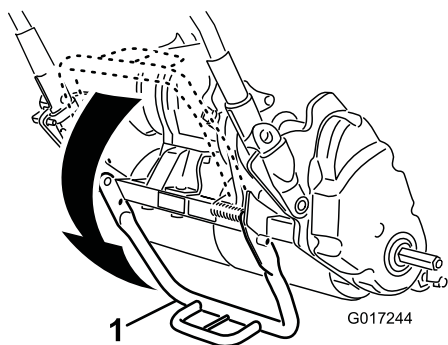

Figura 18
1. Utilize o pé para empurrar o centro do apoio para baixo e puxe o apoio da pega até que o apoio tenha rodado para a frente, sobre o centro (Figura 18).